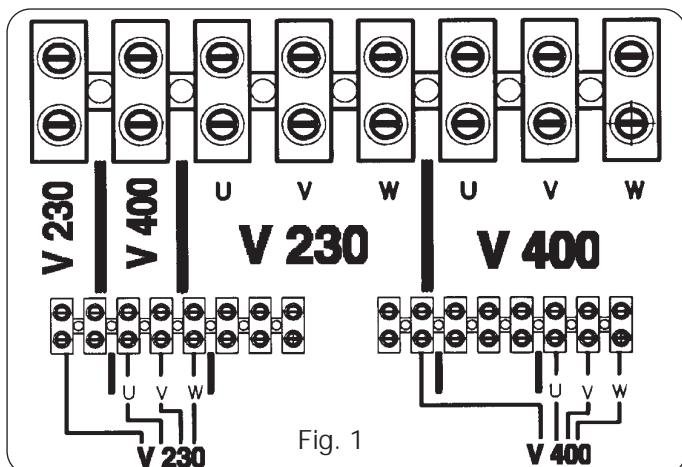

Fig. 1
- Pour changer la tension d'alimentation, enlevez le panneau latéral droit (15), cherchez la boîte à bornes change-tension et placez les connexions comme indiqué sur la figure 1.